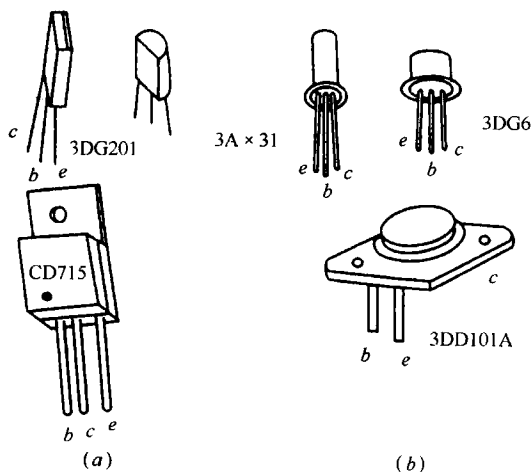

图 1-20 常见三极管外形图
- (1) 基区做得很薄(一般仅有 1 微米至几十微米厚)掺杂浓度很低，所以基区多数载流子的浓度很低。
- (2) 发射区比集电区掺的杂质多，因此发射区的多数载流子浓度比集电区高。故三极管的集电极和发射极不能互换使用。另外，集电结截面积大于发射结的截面积。常见三极管的外形如图 1-20 所示。